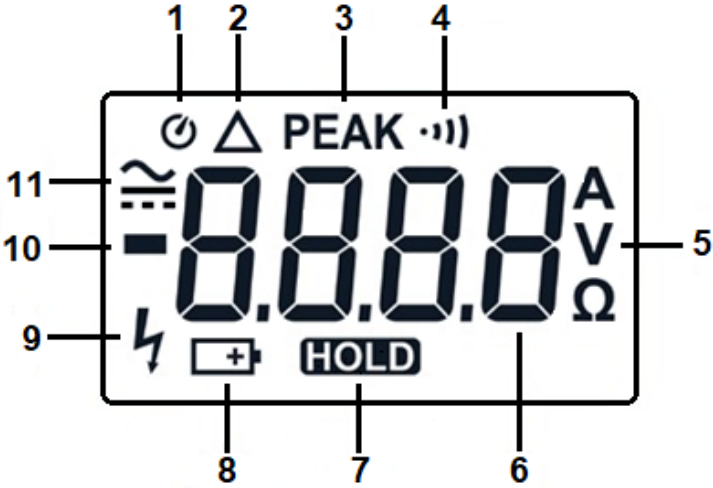

Figura 2
- Encienda el instrumento posicionando el conmutador rotativo en cualquier función excepto **OFF**. Observe la pantalla y asegúrese de que todos los segmentos se muestren (ver la Figura 2).